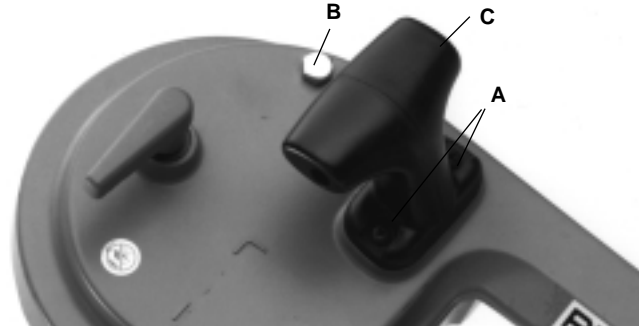

Figure 3
1. Enlevez les deux vis (A), puis retirez la poignée (C) et l'écrou (B) (Figure 3).
3. Remontez la poignée (C), (Figure 3), à l'aide des deux longues vis fournies avec l'étau 32V.